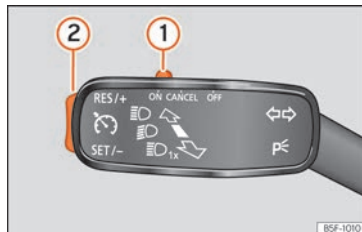

Abb. 268 Am Blinkerhebel: Bedienelemente zur Bedienung der GRA.
- Schieben Sie den Schalter »» **Abb. 268 ①** bis **ON**.
- Drücken Sie die Taste »» **Abb. 268 ②** im Bereich **SET/-**.
• Schieben Sie den Schalter »» **Abb. 268** ① bis **CANCEL** oder treten Sie auf die Bremse.
• Drücken Sie die Taste »» **Abb. 268** ② im Bereich **RES/+**.
Während der GRA-Regulierung kann die gespeicherte Geschwindigkeit mit der Taste »» **Abb. 268** ② eingestellt werden:
- Um in Schritten von 1 km/h [1 mph] zu erhöhen, drücken Sie kurz die Taste »» **Abb. 268** ② im Bereich **RES/+**.
- Um die Geschwindigkeit kontinuierlich zu erhöhen, halten Sie die Taste »» **Abb. 268** ② im Bereich **RES/+** gedrückt.
- Um in Schritten von 1 km/h [1 mph] zu reduzieren, drücken Sie kurz die Taste »» **Abb. 268** ② im Bereich **SET/-**.
- Um die Geschwindigkeit kontinuierlich zu verringern, halten Sie die Taste »» **Abb. 268** ② im Bereich **SET/-** gedrückt.
- Schieben Sie die Taste »» **Abb. 268** ① auf **OFF**.